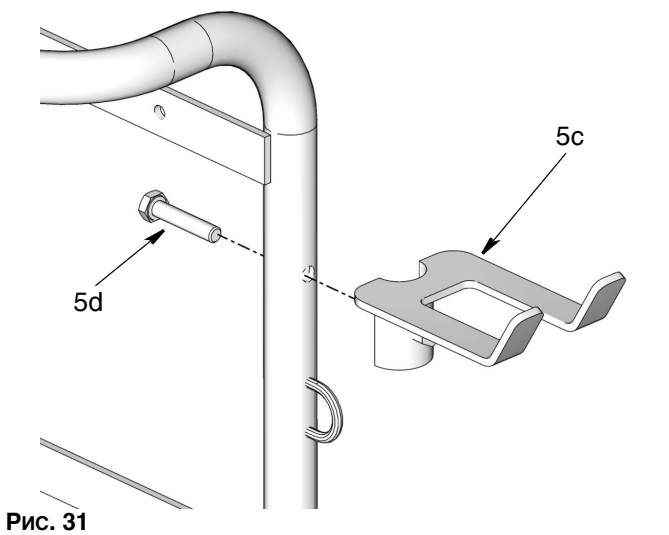

Рис. 31
4. Установите скобу расходомера (5c) на раму ручки с помощью винта (5d), как показано на Рис. 31.